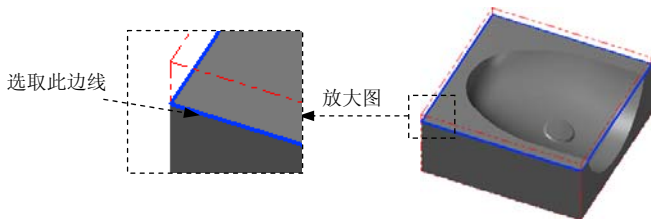

图 13.5 绘制边界
(4) 单击  按钮，完成边界的绘制，如图 13.5 所示。
(2) 设置加工边界。在 **边界范围** 区域中单击  按钮，系统弹出“串连选项”对话框。在图形区中选取图 13.5 所示的边线，单击  按钮，系统返回至“刀具路径的曲面选取”对话框。
(3) 单击  按钮，完成加工区域的设置，同时系统弹出“曲面粗加工挖槽”对话框。
(2) 设置加工边界。在**边界范围**区域中单击按钮, 系统弹出“串连选项”对话框。在图形区中选取图 13.5 所示的边线, 单击按钮, 系统返回至“刀具路径的曲面选取”对话框。